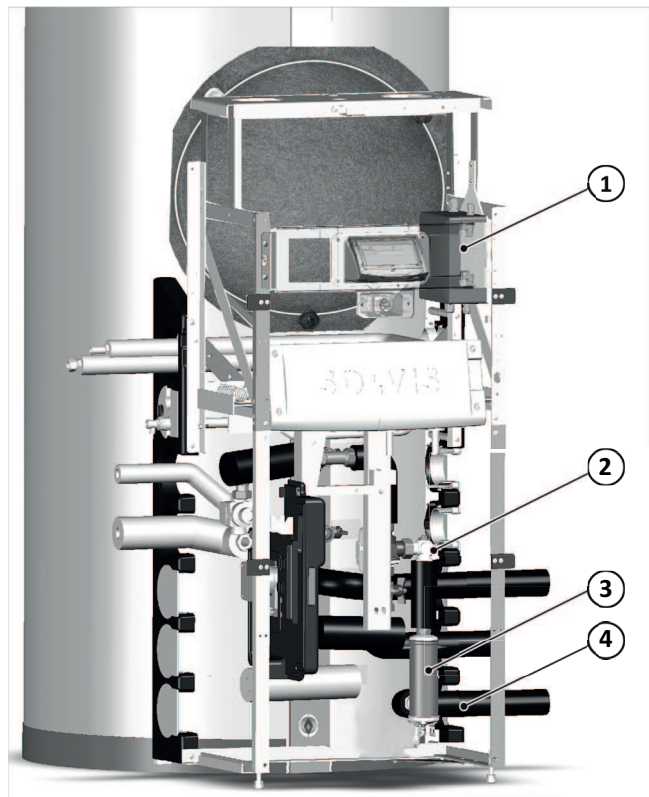

Fig. 31: Posizione dei componenti nel modulo di carica
→ Fig. 31 visualizza la posizione della scatola di collegamento (1) e della cartuccia di riscaldamento (3) nel modulo di carica. I tubi di collegamento per la pompa di calore e la mandata riscaldamento possono essere posati a destra e sinistra attraverso gli appositi passaggi laterali.
1. Fissare la scatola di connessione alla parte superiore del modulo di carica, vedi → Fig. 31 (1).